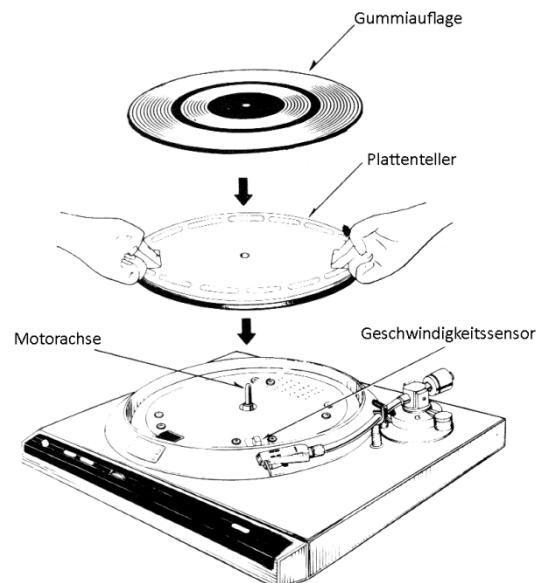

Abb. 1 Aufsetzen des Plattentellers
- (1) Stecken Sie Ihre Finger Wie in Abb. 1 gezeigt in die beiden LOcher im Plattenteller und setzen Sie ihn sanft auf die Motorachse auf. Wenn Sie den Plattenteller abnehmen möchten, heben Sie ihn auf die gleiche Weise hoch.